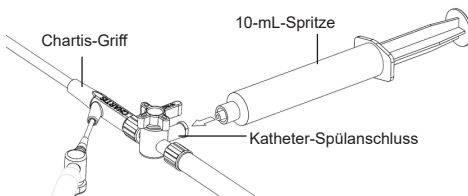

Abbildung 3: Katheter-Spülanschluss verbinden
- Den Kolben der 10-mL-Spritze zurückziehen und an den Spülanschluss des Dreiwege-Sperrhahns anschließen. Siehe Abbildung 3 unten.